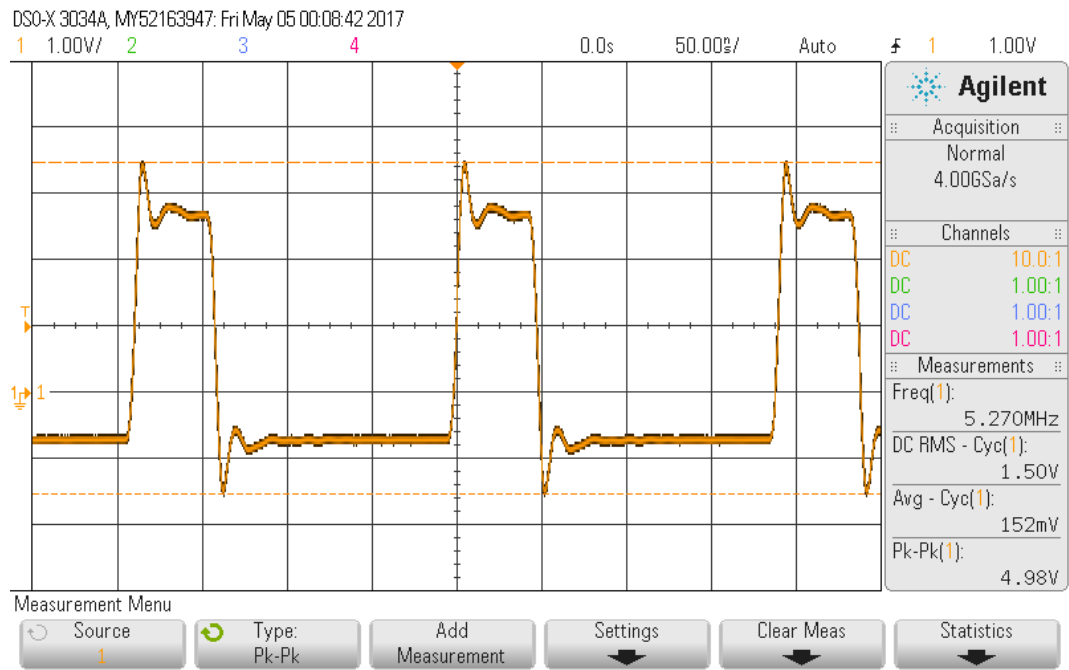
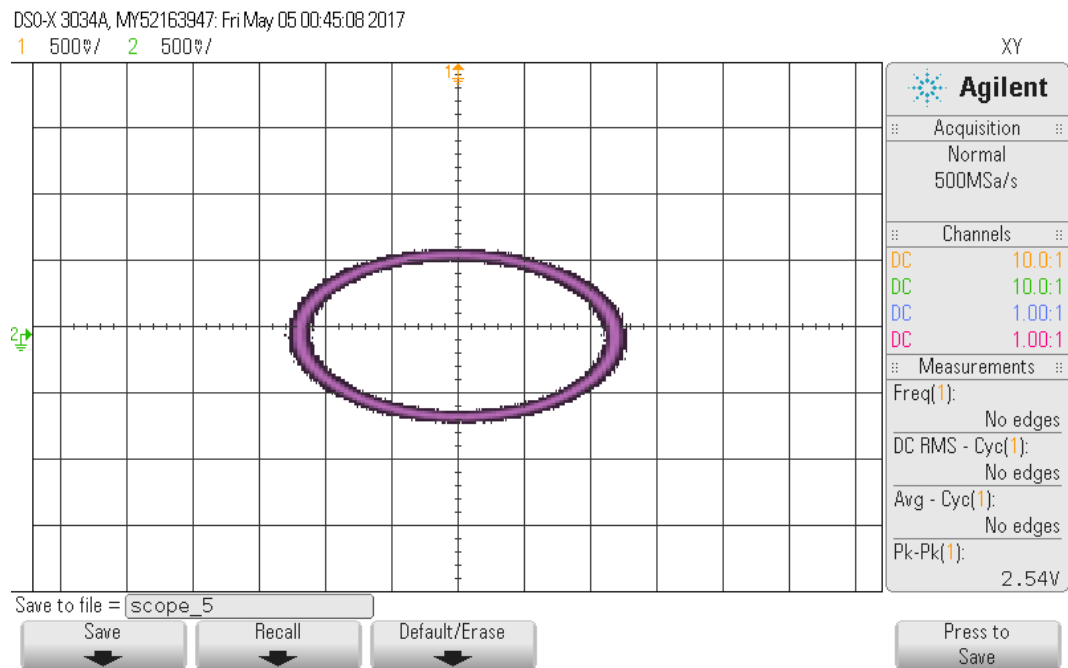

Figure 9: Oszilloskop Rechtecksignal bei 100kΩ
Figure 15: Oszilloskop X/Y-Betrieb bei Frequenz 900Hz
Aus Abbildung 9 werden die Messwerte abgelesen (Abbildung 15).
In Abbildung 9 sieht man an der positiven Flanke des Rechtecks eine Überschwungung. Dieses Verhalten wird Gibbsches Phänomen genannt. In der Praxis gibt es keine Möglichkeit eine exakte Rechteckfunktion zu erzeugen. Stattdessen wird die Funktion mit Überlagerung von Sinusfunktionen verschiedener Frequenzen möglichst genau approximiert. Die Überschwungung ist ein Nebeneffekt dieser Überlagerung.
- Die Frequenz wird am Funktionsgenerator erhöht ($900Hz$) und am Oszilloskop entsteht eine in X-Richtung gestreckte Ellipse (Abbildung 15).